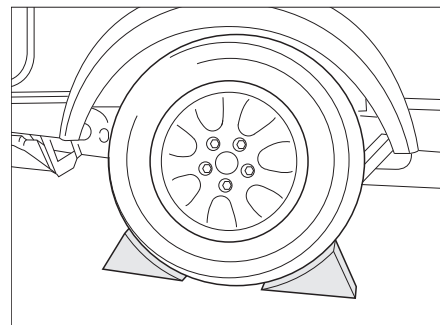

Bild 181 Fahrzeug sichern
- Bremsklötze oder ähnliche geeignete Gegenstände am gegenüberliegenden Rad unterlegen, um das Fahrzeug zu sichern (Bild 181).